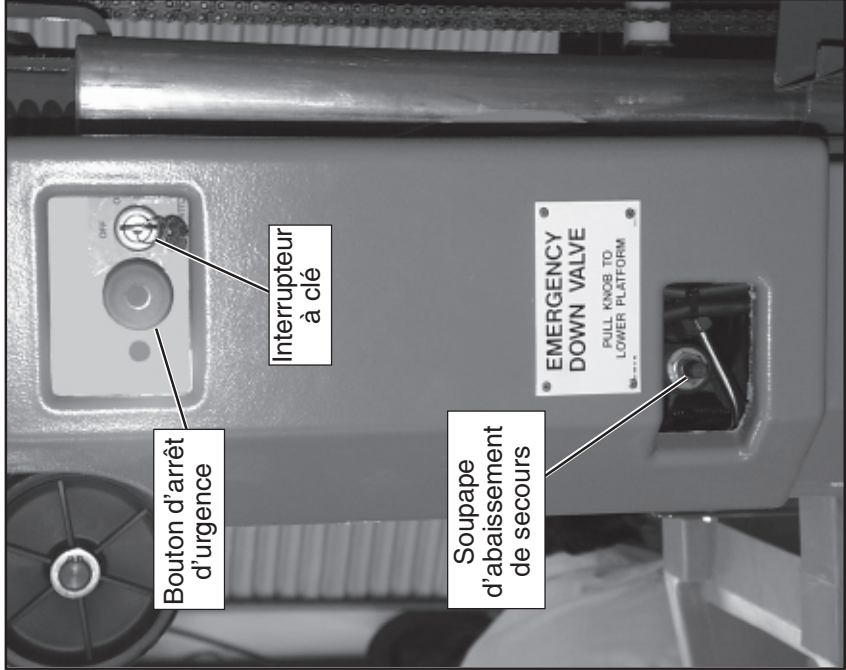

Figure 5 : Commandes de base
2. Au tableau de commandes du côté gauche du mât (figure 5), tourner l'interrupteur à clé à la position « **ON** ».
Demander à une personne au sol d'ouvrir la soupape d'abaissement de secours. Située du côté gauche du mât (figure 5), dans une ouverture ménagée dans le panneau de fermeture du bloc de puissance, cette soupape permet d'abaisser la plate-forme.